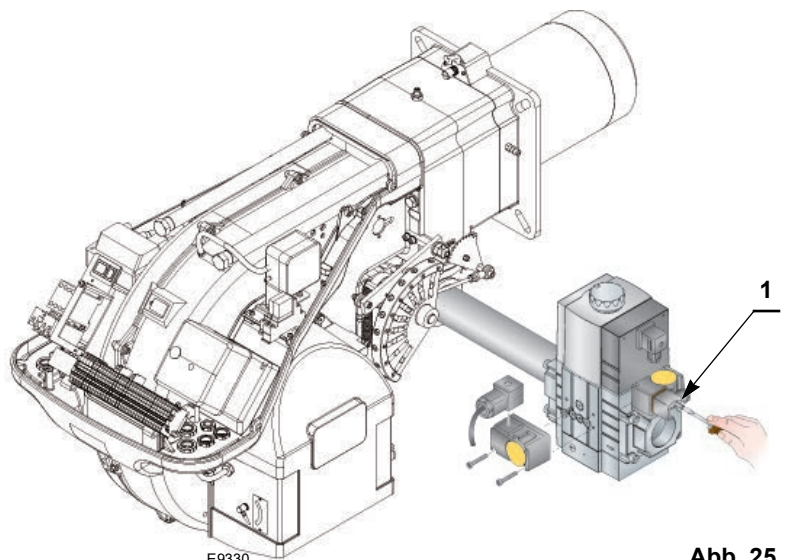

Abb. 25
- Prüfen Sie den Gasversorgungsdruck durch Anschließen eines Druckmessers an die Druckentnahmestelle 1) (Abb. 25) des Minimal-Gasdruckwächters: er muss geringer als der maximal zulässige Druck der Gasarmatur sein, der auf dem Kennschild der technischen Daten angegeben ist.
- Entlüften Sie die Leitung der Gasarmatur, indem Sie eine Kunststoffleitung an die Druckentnahmestelle 1) (Abb. 25) des Minimal-Gasdruckwächters anschließen. Führen Sie die Entlüftungsleitung aus dem Gebäude, bis der Gasgeruch wahrnehmbar ist.